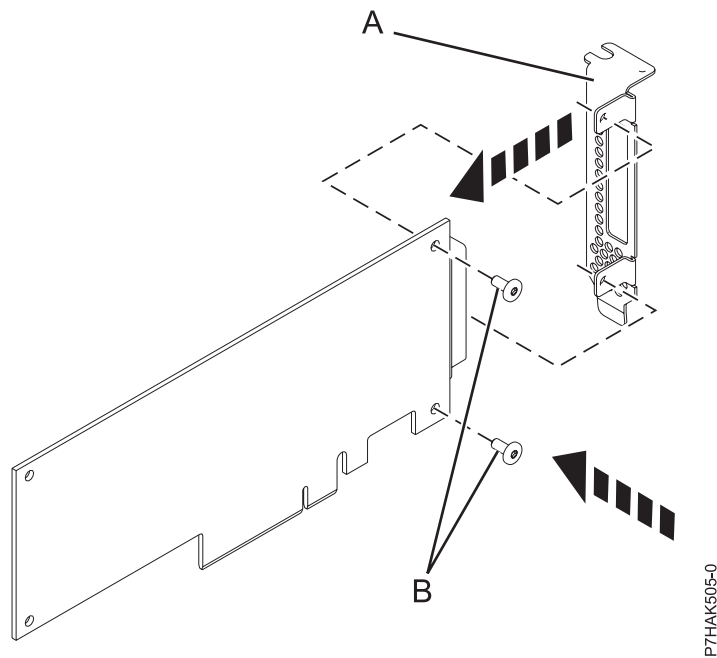

Figura 13. Fixar o contraponto de perfil baixo a um adaptador PCI
11. Utilizando uma chave de parafusos Phillips e os dois parafusos de retenção (B), fixe o contraponto (A) do adaptador PCI avariado ao novo adaptador PCI. Consulte a Figura 13 na página 26.